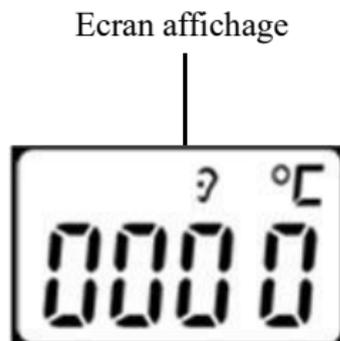

Figure 4.8B
2. Lorsque l'écran affiche la figure 4.8B et que l'unité de température "°C" clignote, l'utilisateur peut commencer à prendre la mesure.